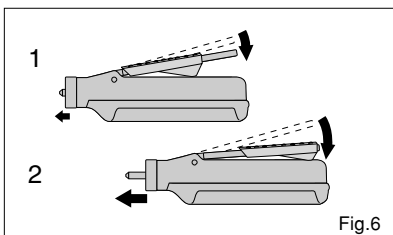

Fig.6
- 2) Le grip peut être retiré avant ou après la distribution du matériau (Fig.6)
- 2) L'impugnatura può essere spostata in avanti o indietro per modificare la quantità di materiale da estrarre. (Fig.6)
2) El agarre para el dedo puede moverse hacia delante o hacia atrás para cambiar la cantidad de material a obtener. (Fig.6)
2) De plastic vingergrip kunt u voorwaarts of achterwaarts bewegen om zo de hoeveelheid te extruderen materiaal te veranderen. (Fig.6)